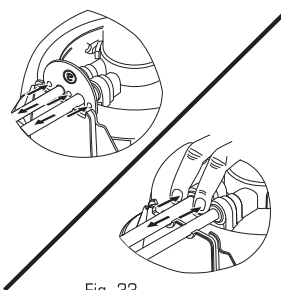

Fig. 33
4. **Verifique que** el logotipo de la herramienta de remoción esté hacia afuera y que la herramienta esté plana contra el Soporte. **Empuje firmemente** la herramienta contra los empaques con sus dedos y luego jale los tubos de la manguera hacia afuera con la mano opuesta mientras sujeta los empaques (Fig. 33).